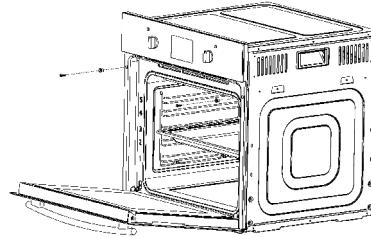

Рис.3
- Откройте дверцу и прикрепите духовку к кухонному шкафу двумя шурупами через отверстия, находящиеся по бокам корпуса духовки (A на Рис.3).